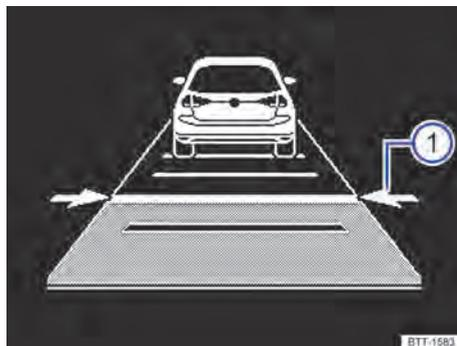

Fig. 103 No display do instrumento combinado: ajustar a distância (representação esquemática, o ACC regula).
O display do instrumento combinado exibe o nível ajustado → Fig. 103 ①. Observar os requisitos para a distância mínima específicos.